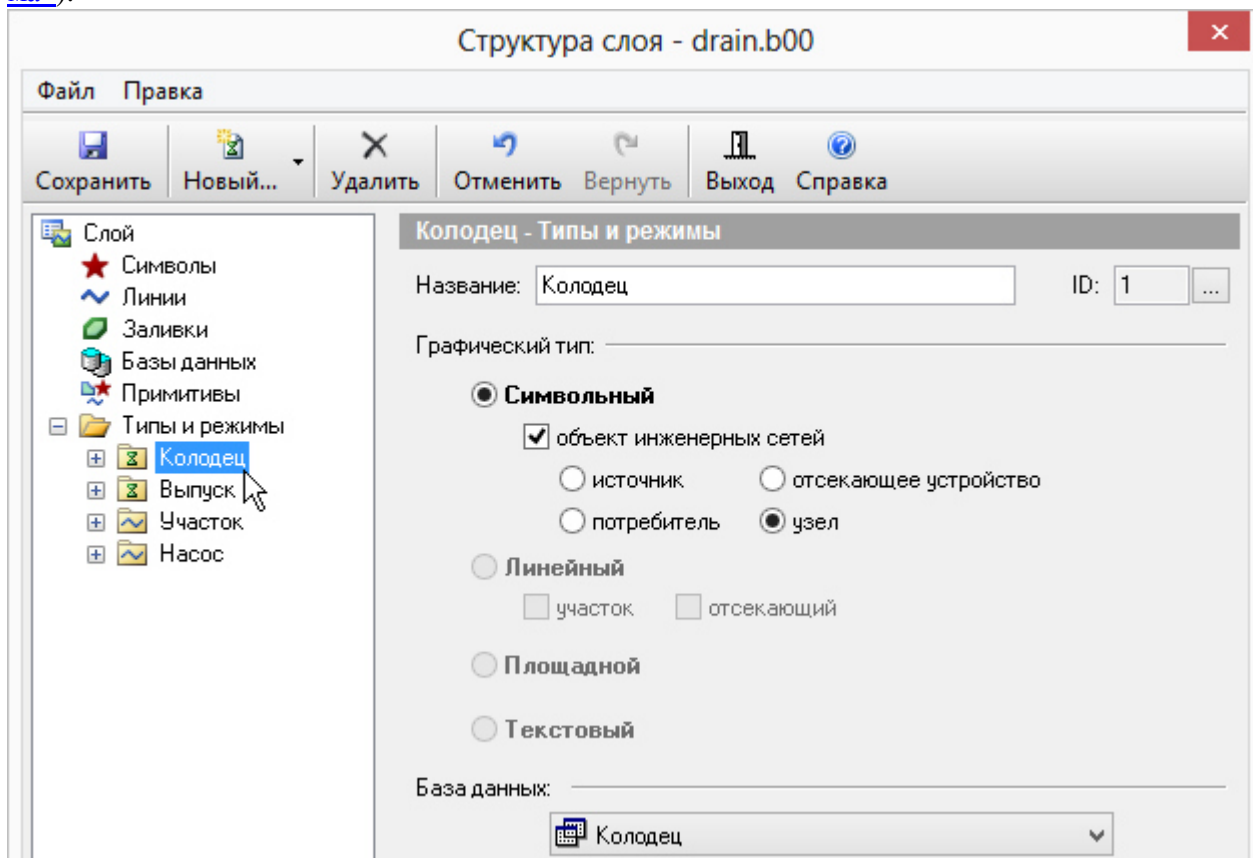

Рисунок 29. Создание нового режима
1. В дереве *Типы и режимы* щелчком левой кнопки мыши выберите тип, для которого создается новый режим, например Колодец. (Рисунок 29, «Создание нового режима»).